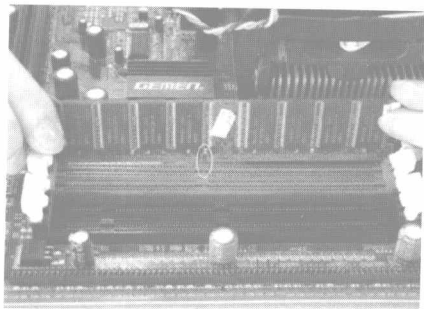

图 1.14 安装内存条
(2) 将准备好的内存条垂直插入内存插槽中,一定要使内存条上的缺口与插槽上的凸起位置相对应,如图 1.14 所示。